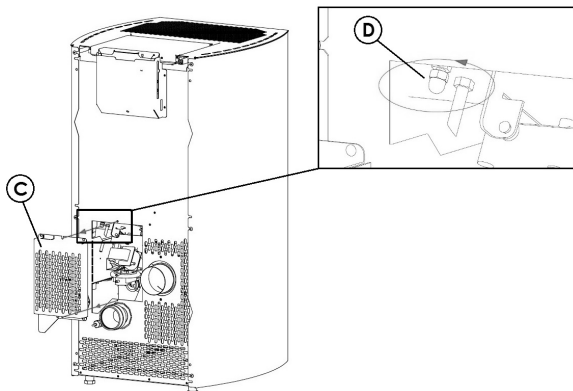

Fig. 25 - Abnehmen der Inspektionsabdeckung
- Inspektionsabdeckung "C" auf der Rückseite des Ofens abbauen (siehe **Fig. 25**).